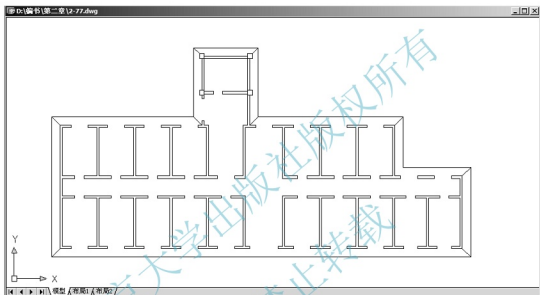

图 2.77 绘制其他门窗洞口线
(3) 参照宿舍楼底层平面图(附图 3.1)的尺寸，画出其他房间的门窗洞口并修剪成如图 2.77 所示的状态。